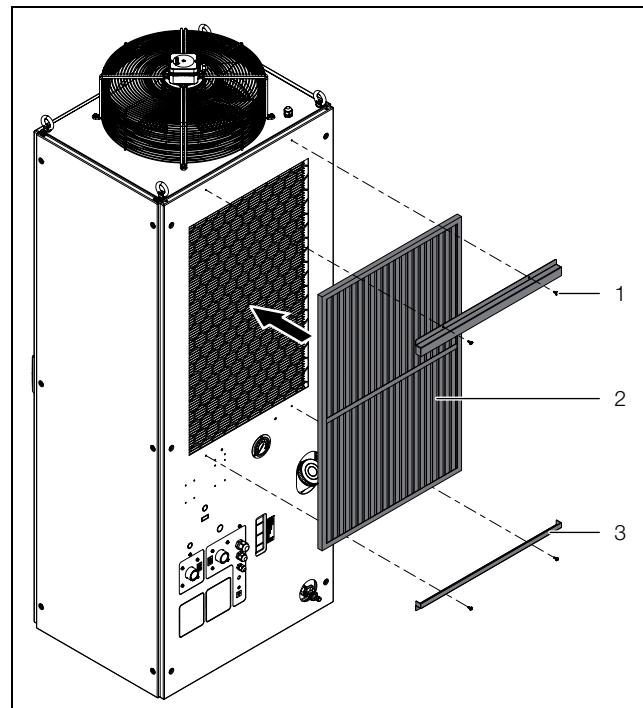

Fig. 11: Installazione dei filtri metallici
- Montare i due supporti (fig. 11, pos. 3) con le viti di fissaggio (fig. 11, pos. 1) sul retro del chiller.